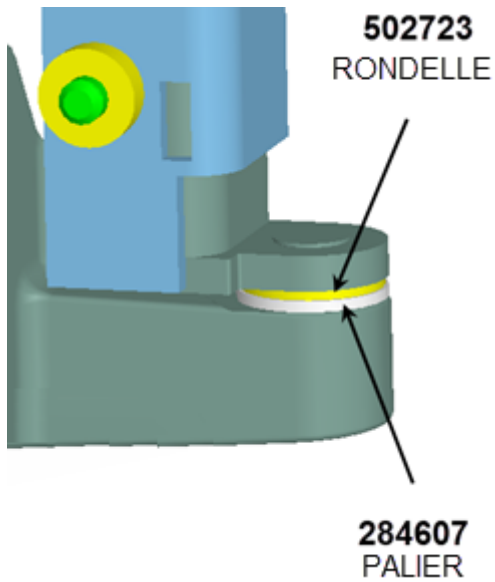

FIGURE 18: POSITION DE LA RONDELLE ET PALIER
- Utiliser un nouveau palier de plastique **284607** et rondelle **502723** au point de pivot (Figure 18).